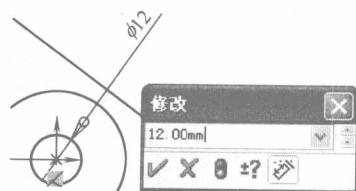
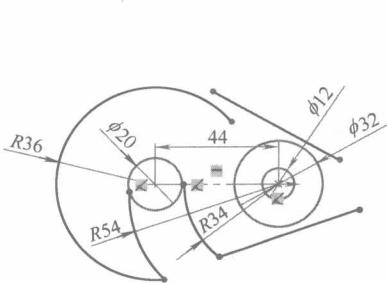

图 1-8
图 1-9
(5) 添加尺寸关系。单击草图工具栏上的 图标，然后为图形标注尺寸。在弹出的“修改”对话框中，可以改变图形的尺寸，如图 1-8 所示。这也是参数化软件的主要功能之一。同理标注出其他尺寸，如图 1-9 所示。